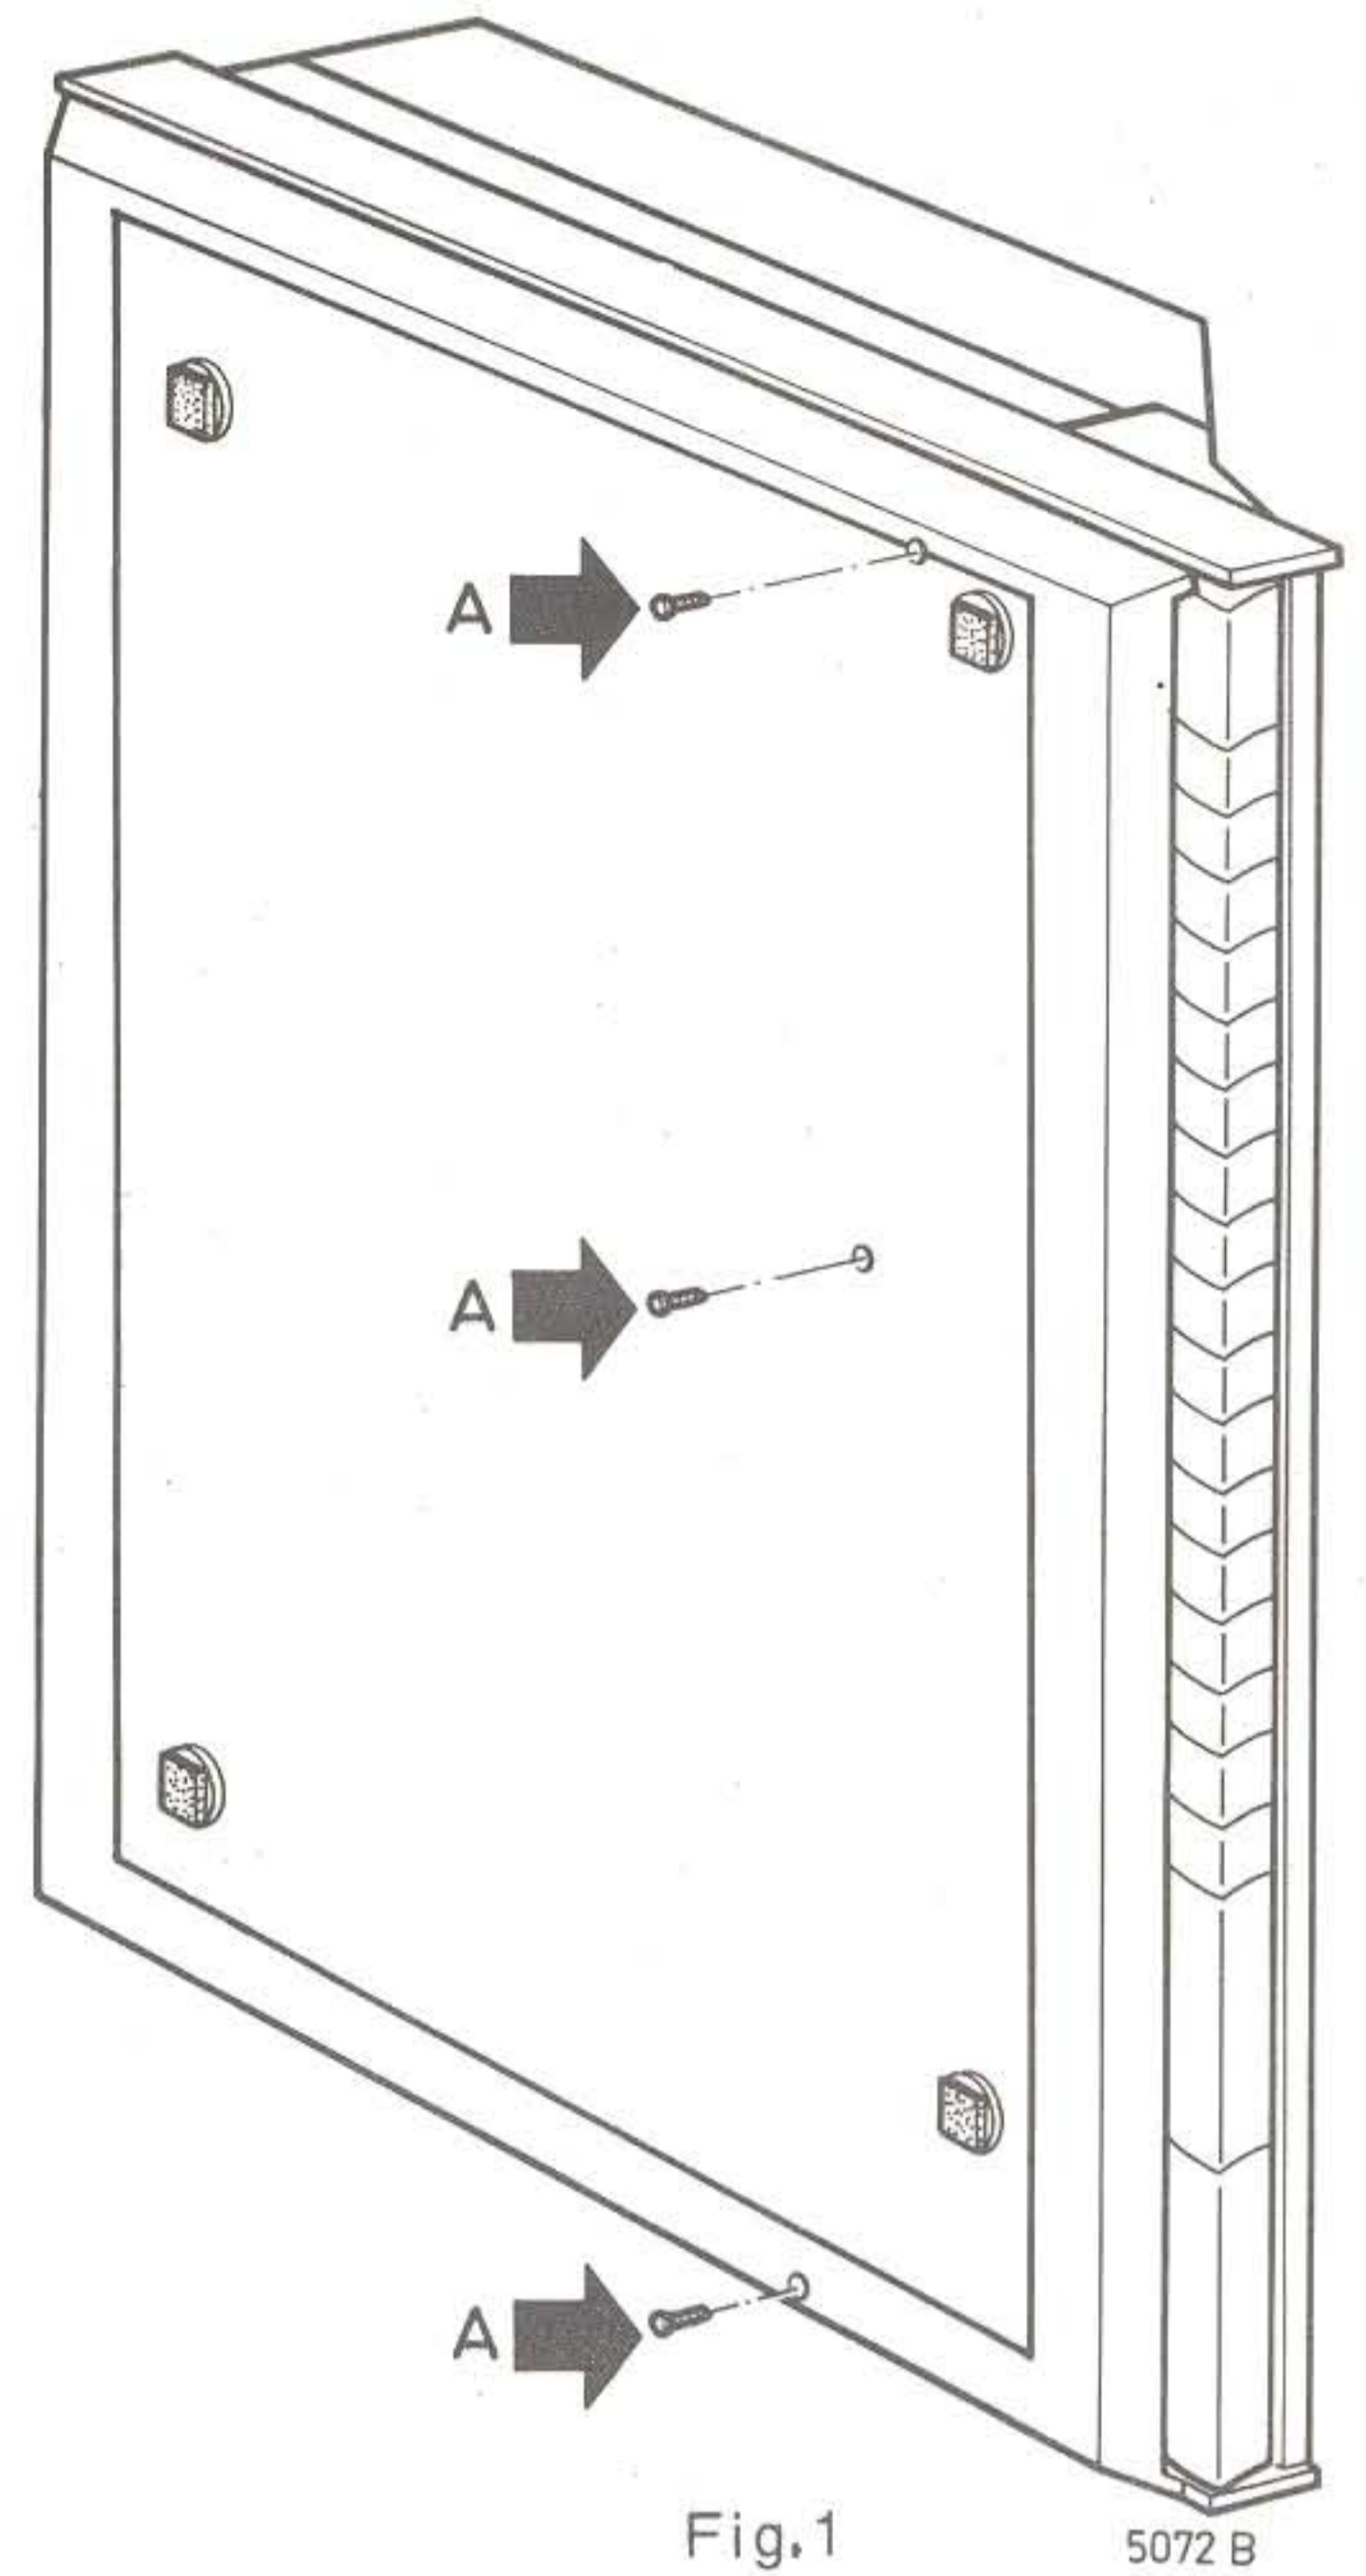

Fig.1
1. Schroeven "A" (fig. 1) verwijderen.
1. Retirer les vis "A" (fig. 1).
1. Entferne Schrauben "A" (Abb. 1).
1. Togliere le viti "A" (fig. 1).